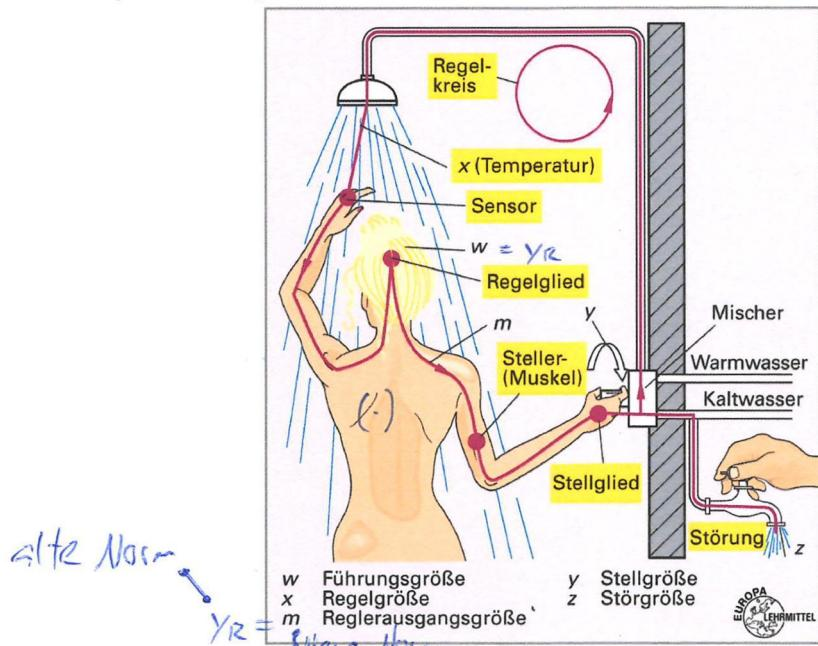

Abbildung 1: Manuelle Regelung der Wassertemperatur [1]
- a) Betrachten Sie nochmals die Abbildung 1. Suchen Sie die verschiedenen Formelzeichen und ergänzen Sie diese in der unteren Tabelle: